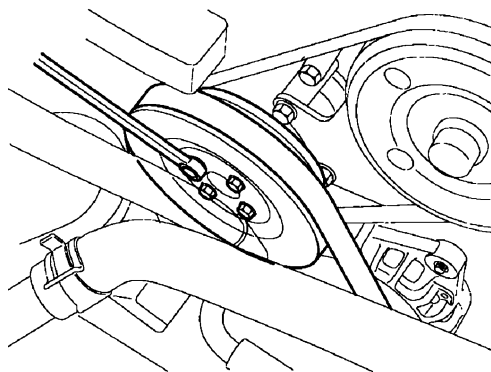

图 31-6 松开水泵带轮螺栓
- 5) 如图 31-6 所示，暂时松开水泵带轮螺栓。
9) 参照图 31-6，拆卸 4 个螺栓和水泵带轮。